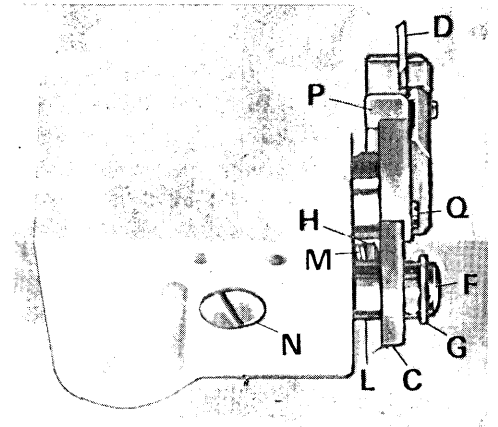

fig. 8
b) Montaggio del coltello inferiore per **B. 30.0 (fig. 8)**